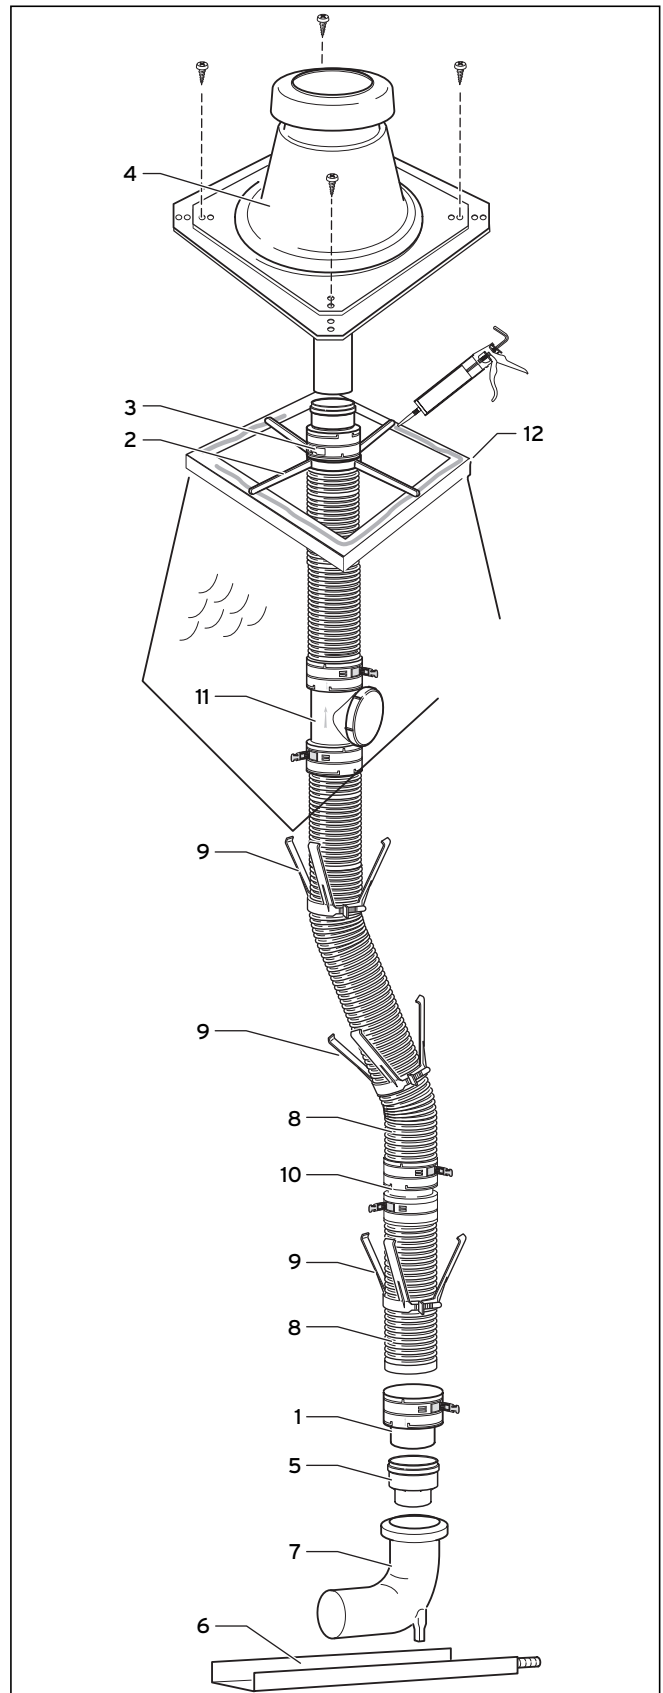

Abb. 4.54 Systemaufbau flexible Abgasleitung
- Schieben Sie das untere Ende der Abgasleitung (8) bis zum Anschlag in das Einsteckelement (1) und befestigen Sie es mit den Klick-Verschlüssen.
- Montieren Sie die Abstandshalter (9, → **Abb. 4.54**) im Abstand von maximal 2 m an der Abgasleitung.